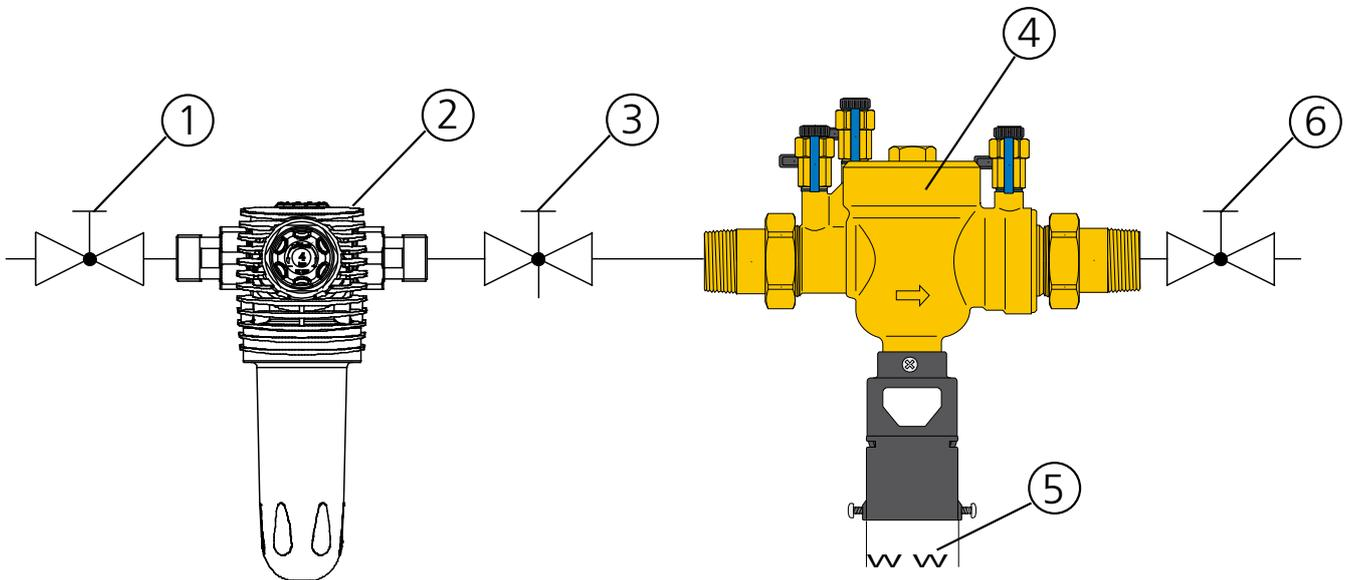

Fig. D-1: esempio di installazione disconnettore Euro GENO®-DK 2
- Eseguire l'installazione secondo il disegno di installazione (fig. D-1).